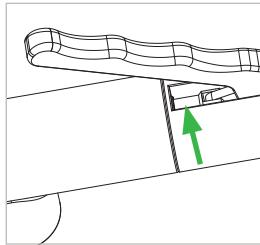

Figure 17
- ▶ Vaporisez brièvement une fois le lubrifiant avec le petit tube sur la broche d'actionnement (Pos. 3) (*Figure 17*).